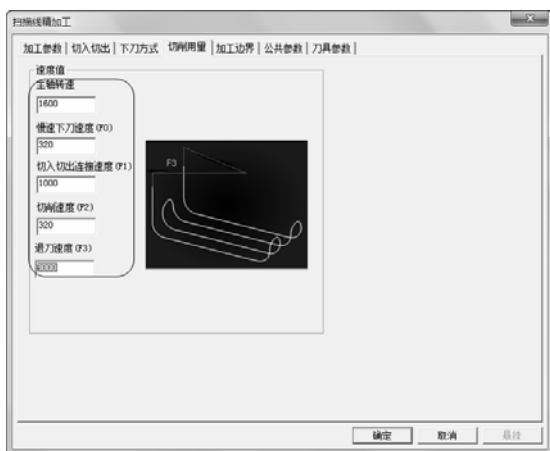

图 3-133 “切削用量”选项卡
4) 单击“切削用量”选项卡，设置“主轴转速”、“慢速下刀速度”、“切入切入连接速度”、“切削速度”、“退刀速度”，具体参数数值如图 3-133 所示。